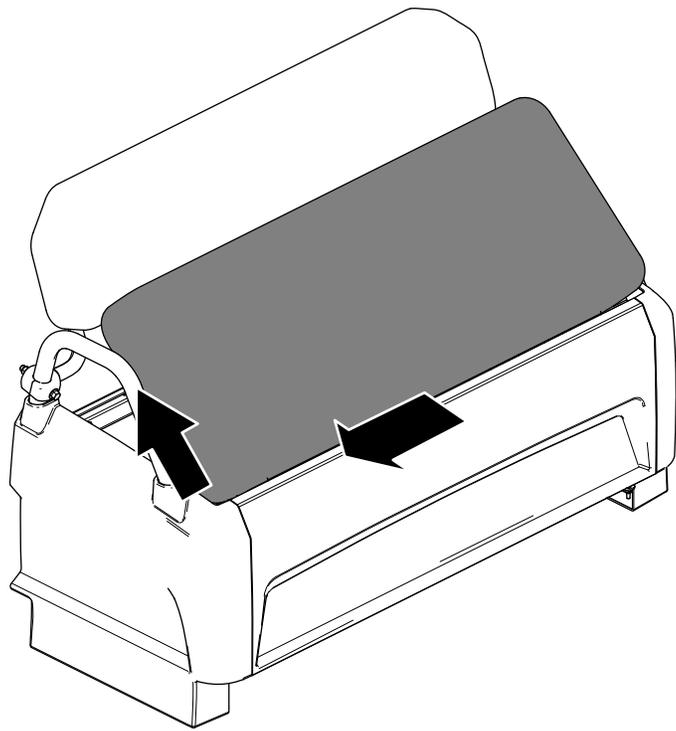

Рисунок 24
2. Сдвиньте подушку в сторону, чтобы снять ее со штифтов, и поднимите подушку вверх (**Рисунок 24**).